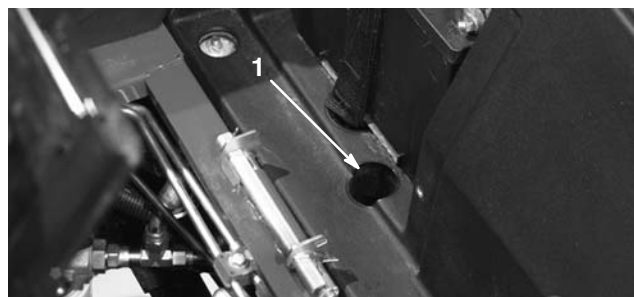

Figure 28
1. Soulevez le siège et déposez le couvercle de la batterie. La vanne de dérivation se trouve devant la batterie (Fig. 28).